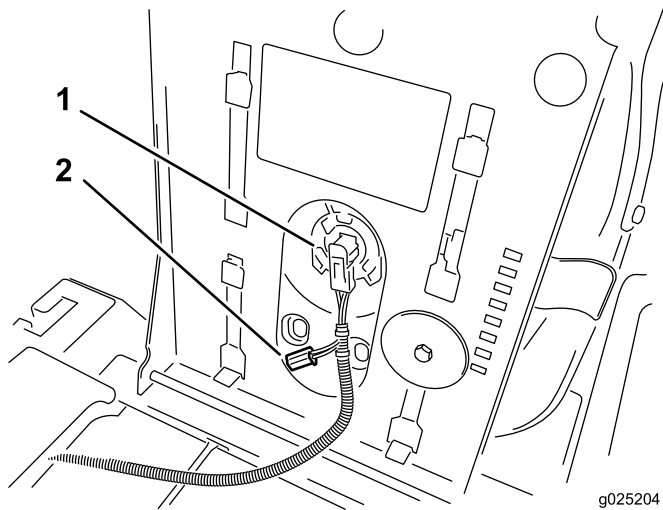

Figure 1
- Débranchez le connecteur du faisceau du commutateur de siège situé sous le siège (Figure 1).
7. Branchez le connecteur inutilisé du faisceau au commutateur de siège situé sous le siège (Figure 1).